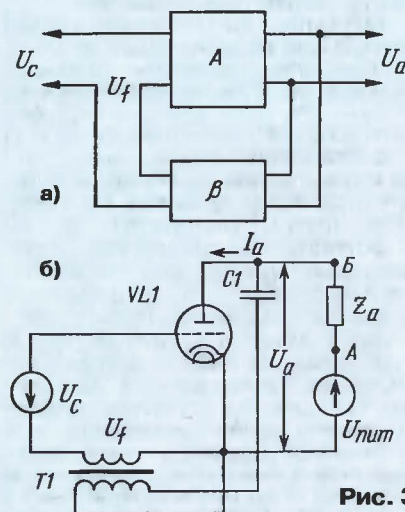

Рис. 3
эквивалентная схема включения триода с мнимым напряжением  $dU_i$  в цепи сетки. Здесь между анодом и катодом введена фиктивная экранирующая сетка для нормирования передачи напряжения  $dU_a$  из анодной цепи в цепь сетки. Это влияние учитывается как фиктивное напряжение  $dU_i = dU_a/\mu$  в соответствии с выражением (4). Теперь можно установить эквивалентность между схемой на рис. 2 и обобщенной схемой устройства с ОС по напряжению, показанной на рис. 3, а, где  $A$  — коэффициент усиления каскада на триоде, функционирующего как пентод с усилением  $A = -S Z_a$ ;  $\beta$  — коэффициент передачи обратной связи, равный  $1/\mu$ . Основное уравнение для триода может теперь быть получено исходя из теории обратной связи. Таким образом, величина фактического усиления каскада на триоде приобретает известную форму
внешней ОС показана на рис. 3,б, где для введения напряжения ОС в цепь сетки используется трансформатор —  $dU_c = k \cdot dU_a$  (здесь  $k$  — константа, определяемая коэффициентом трансформации).
Расширяя пример далее, можно рассмотреть работу трансформатора в области его верхней граничной частоты. В этой частотной области передаточная характеристика имеет выраженный максимум из-за резонансных явлений, вызванных его паразитными реактивными параметрами. Известно, что применение отрицательной ОС приводит к сглаживанию передаточной характеристики. Фактически это происходит и без применения внешних ОС за счет действия внутренней ОС в лампе. Удаление внутренней ОС привело бы к максимальному всплеску на передаточной характеристике. Это лишний раз подтверждает одинаковую природу внутренней и внешней ОС, так как их влияние приводит к одинаковым результатам. Аналогично, наличием внутренней обратной связи можно объяснить лучшие частотные свойства триода по сравнению с пентодом в схеме рис. 3,б.